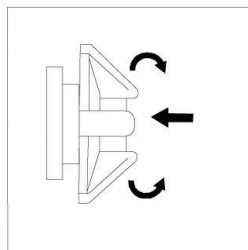

Рис. 3
7.6 Для изменения длины ленты - наголовника, нажмите вращающуюся шестерню в регуляторе таким образом, чтобы можно было регулировать длину ленты. Маховик в ленте имеет функцию автоблокировки. Не стоит через силу вращать маховик чтобы избежать повреждения шестерни (рис. 3).